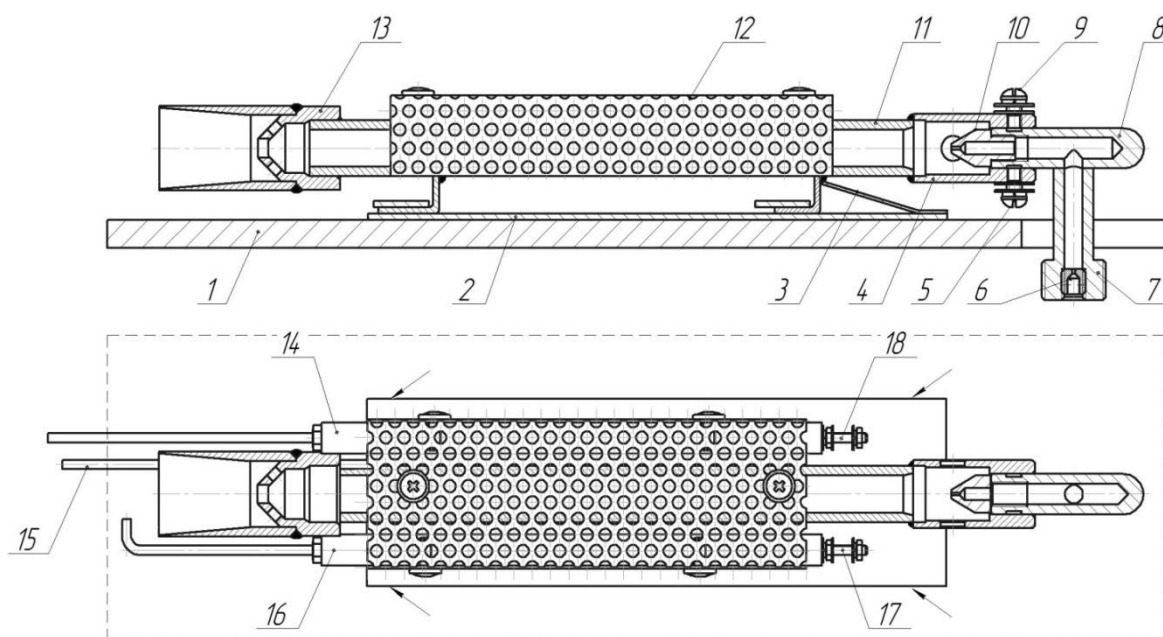

Рисунок 2. Общий вид горелки ПГ-28М:
Горелку в сборе устанавливают во внутреннюю часть монтажной трубы (1) основной горелки, расположенной в теле печной кладки. Основание приваривают в четырёх местах к монтажной трубе. (см. рис.2).